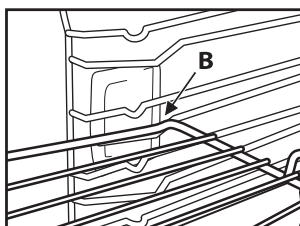

Рис. 2
2. Наклоните решетку с учетом положения фиксации В (Рис. 2).